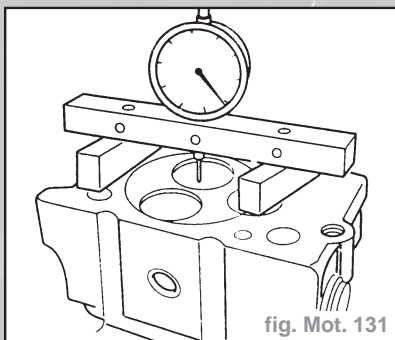

fig. Mot. 131
- Positionner la tige de mesurage avec la jauge d'épaisseur sur la face d'assemblage et régler à zéro (fig. mot 131).